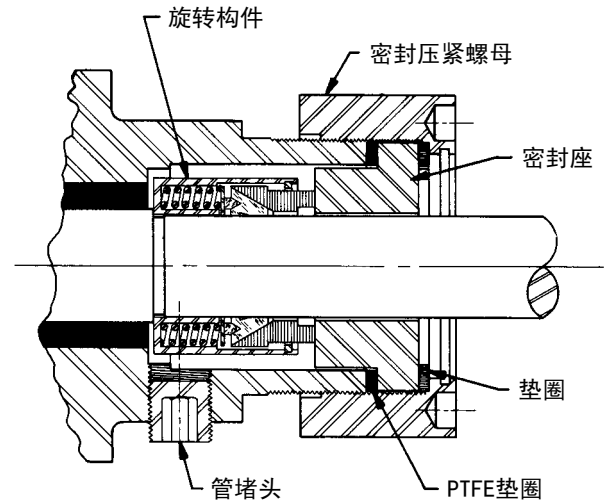

图5
7. 4724 系列机械密封泵的余下拆卸步骤。（请参考图5）。
4724 系列的组装 (见图5)。